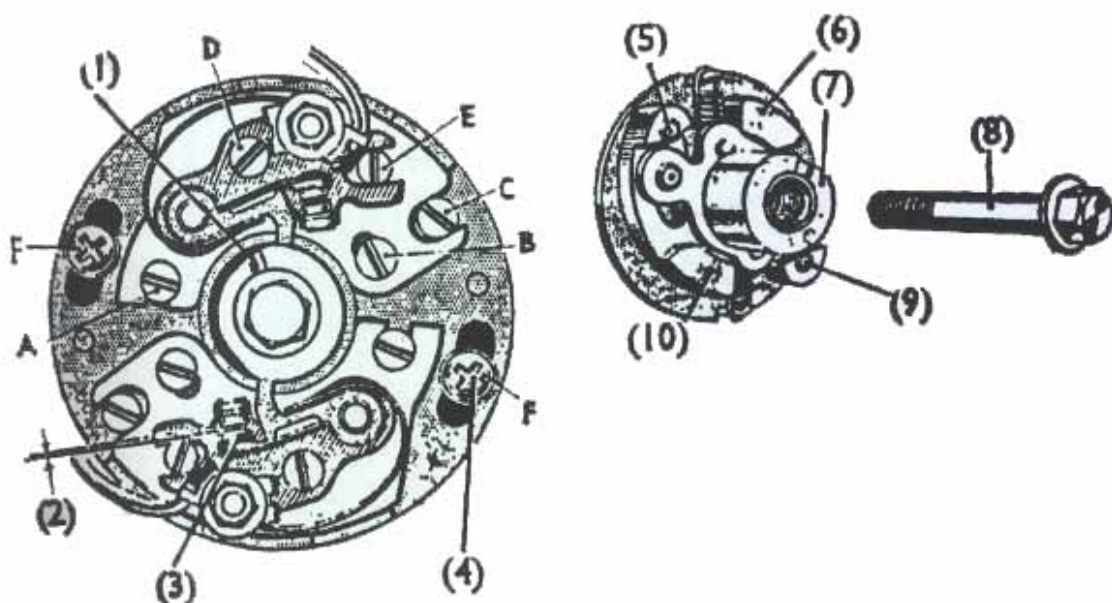

Fig. 8. Nell'illustrazione: complessivo del ruttore (sinistra) e (in alto) il regolatore, montato al disotto dello stesso (Modelli A).
Nei Modelli A ciascun cilindro è dotato di molle separate poichè occorrono due paia di puntine di contatto, azionate da un solo eccentrico, Fig. 8.
Per accedere al meccanismo, togliere le due viti (F) Fig. 8, e staccare la piastra del ruttore completa di puntine di contatto, ecc.
Togliere il bullone centrale (Fig. 8), estrarre la rondella e sostituirla provvisoriamente con un'altra che possieda un foro di larghezza sufficiente per passare sul supporto dell'eccentrico, onde la rondella appoggi contro il piano laterale dell'eccentrico. Rimontare il bullone; prima di chiuderla far girare l'eccentrico in senso antiorario, fino al limite di rotazione, tenerlo in tale posizione, indi bloccare il bullone. Questo fissa il dispositivo di avanzamento automatico alla posizione di pieno anticipo che corrisponde alla posizione prescritta per la messa in fase dell'accensione.
A questo punto, accertare che la coppia di puntine del ruttore superiore siano appena aprendosi. Se la loro posizione fosse diversa, allentare le due viti (A) e (B) che bloccano la piastra di supporto del ruttore, indi intervenire sulla vite dell'eccentrico (C) e portare le puntine sul punto di apertura (Fig. 8). Bloccare le viti e verificare con cura la nuova messa a punto. Il metodo indicato per accertare il punto preciso di apertura delle puntine consiste nel collegare una batteria e una lampadina in serie con le puntine.
Verificare per primo il cilindro di destra. Portare il motore ad un regime sufficientemente alto perchè il comando automatico porti l'accensione al pieno anticipo; se la messa in fase è in ordine, a questo punto la linea di contrassegno e la lancetta indicatrice devono concidere, se vengono esaminate sotto il fascio uminoso dello strobelight. Se occorrono regolazioni, allentare le vit (A) e (B) Fig. 8, che bloccano la piastra di supporto della parte superiore del ruttore, indi intervenire sulla vite dell'eccentrico (C) fino a che le puntine stiano per staccarsi. Tornare a bloccare le viti.